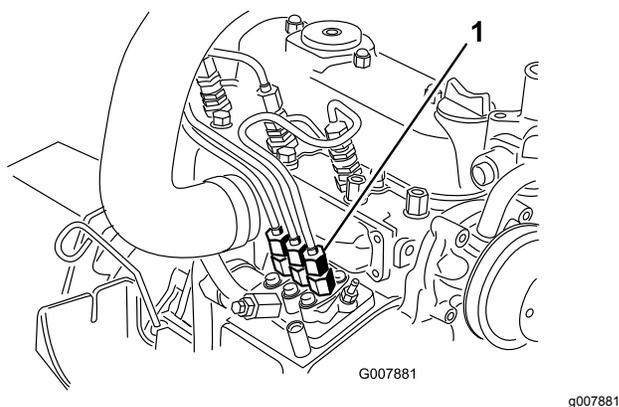

Figura 37
1. Coloque um tapete por baixo da tubagem que sai da bomba de injeção para o bico injetor n.º 1 conforme ilustrado em Figura 37.